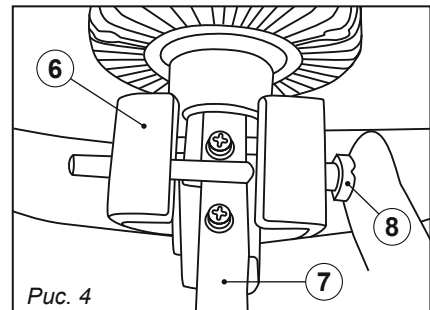

Рис. 4
5.1 Установка защитного кожуха и кассеты с леской (рис. 4)